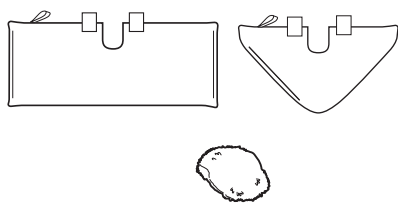

fig. 27
- 1 Nous recommandons de laver votre linge de nettoyage et les bonnets séparément des autres tissus pour éviter de ramasser de la charpie. **Utilisez seulement des détergents liquides (pas de détergent en poudre). N'utilisez aucun assouplisseur ou javellisant.** Séchez sur une corde à linge ou dans la sècheuse au niveau bas. (fig. 27)